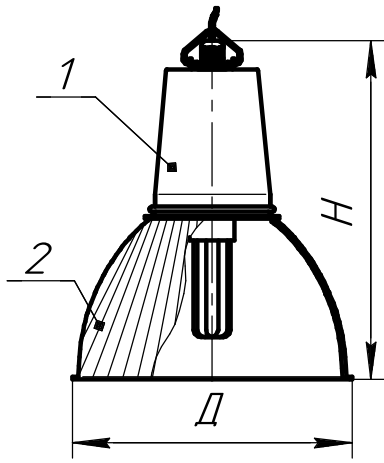
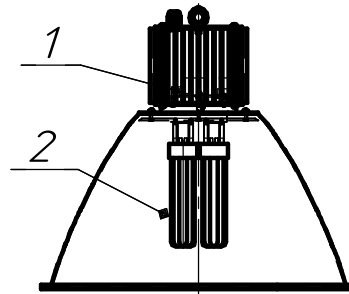

Рисунок 1
Рисунок 5
4.1 Светильники типа Spectr 42HF состоят из корпуса в сборе поз.1, в котором крепится патрон GX24q-4, рассеивателя в сборе поз.2, (см. рисунок 1).
4.2 Светильники типа Spectr 2x42 HF состоят из корпуса в сборе поз.1, в котором крепится 2 патрона GX24q-4, рассеивателя в сборе поз.2, (см. рисунок 5).
6.2 Светильники типа Spectr 42HF см.рисунок 1, Spectr 2x42 HF см.рисунок 5.
6.2.1 Соедините корпус в сборе поз.1 с рассеивателем в сборе поз.2 см.рисунок 1, затяните винты.
остальное см. рисунок 1,